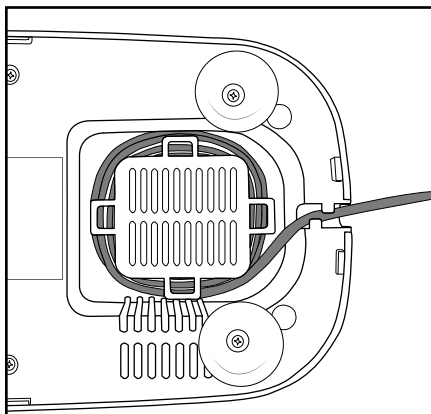

Fig. 3: enrollacables
- Enrolle el cable de red **4** en el enrollacables situado en la parte inferior del aparato (fig. 3):